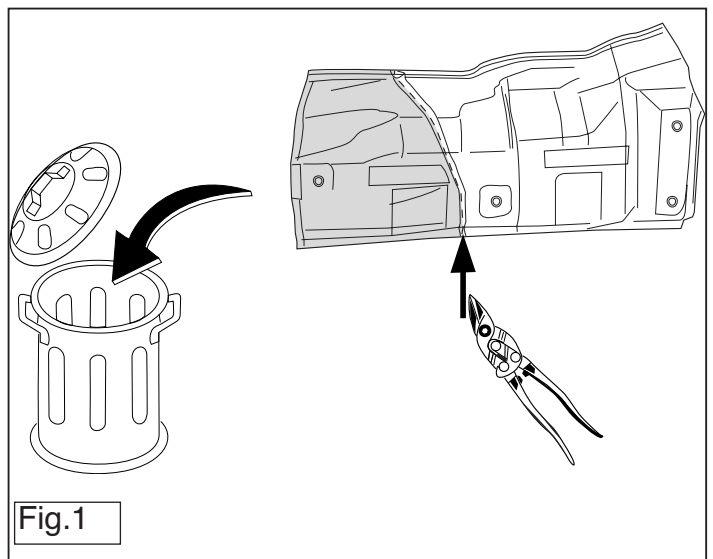

Fig.1
3. Cut out the portions as indicated in fig. 1.
3. Gemäß Abb. 1 die angegebene Teil heraus schneiden.
3. Coup les partie indiquées conformément à la figure 1.